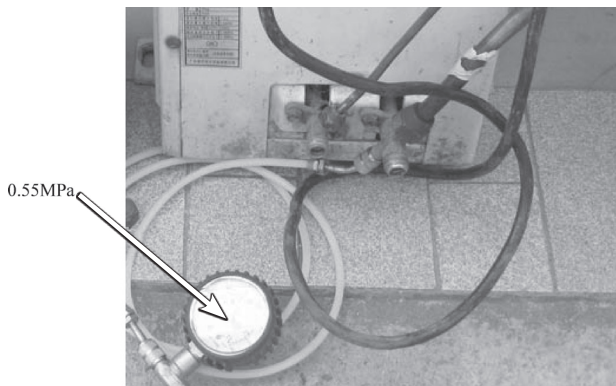

图 5-66 检测压力
2) 在三通阀检修口接上压力表测量系统压力, 压力表显示为 0.55MPa, 如图 5-66 所示。